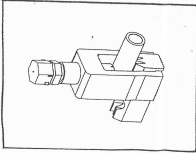

Figure 4
- Après avoir à l'aiguille, engager les conducteurs dans les connecteurs (fig. 4).